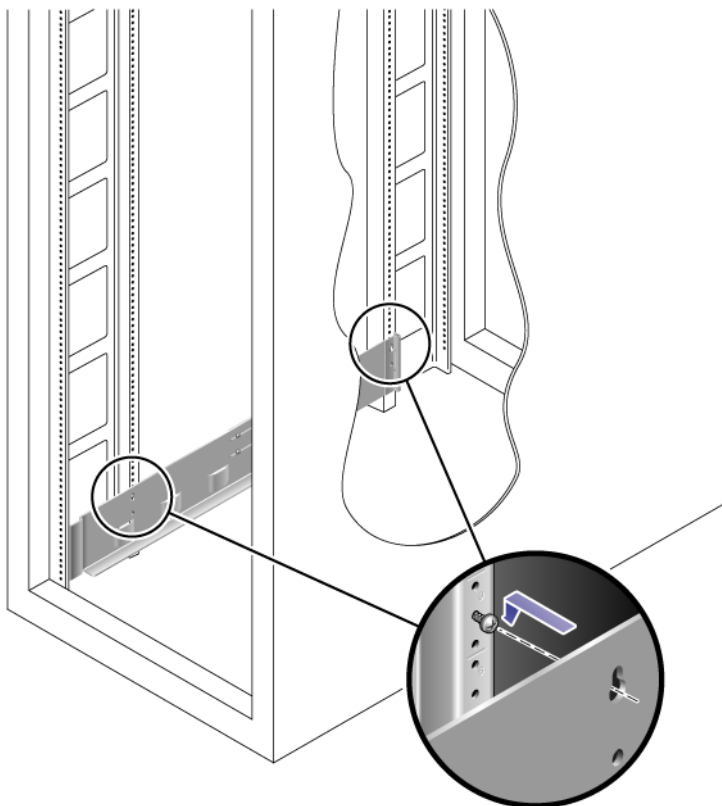

図 2-21 レールの仮止め
2. 前後のねじとレールのねじ穴の幅の広い方を合わせ、レールを下に引いて、各ねじをねじ穴の幅の狭い方にずらして、レールを仮止めします (図 2-21)。